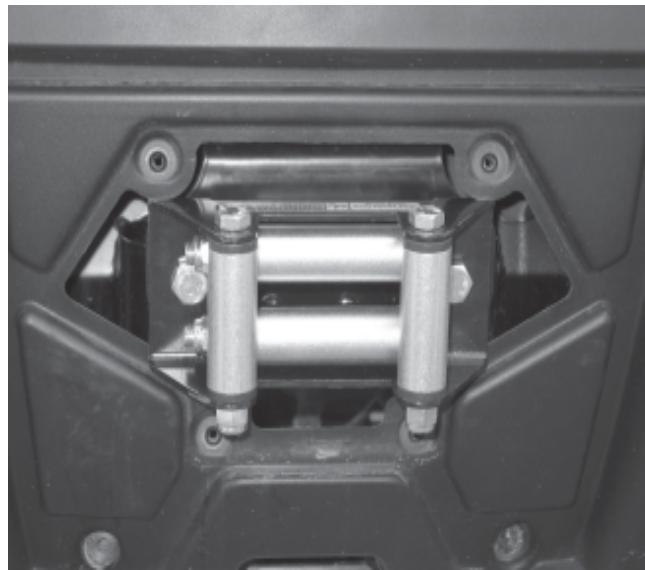

Figure 7
9. Si le guide-câble à rouleaux entre en contact avec le pare-chocs avant, espacesz le guide-câble en plaçant une rondelle entre le guide-câble et le support, ou en coupant une partie du plastique du pare-chocs pour régler ce problème d'ajustement, voir les Figures 7 et 8.